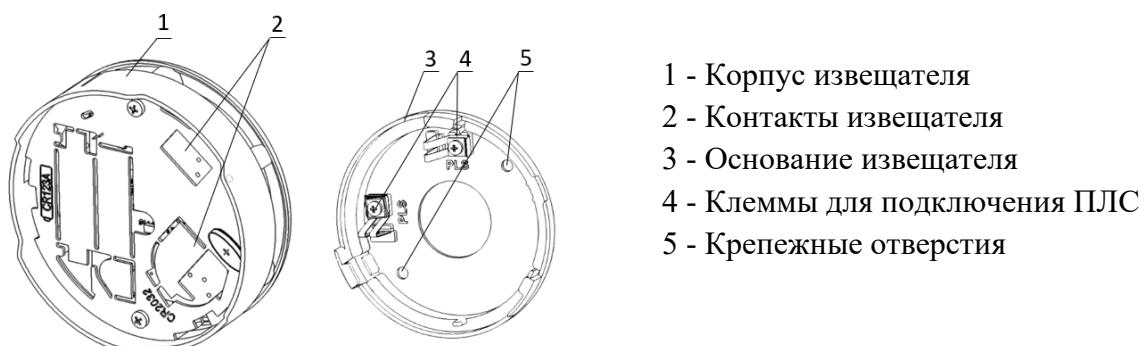

Рисунок 2 - Внешний вид извещателя (вид сзади)
- Приложить основание извещателя к выбранному месту установки и отметить карандашом отверстия для крепежа (см. рисунок 2, п. 5).